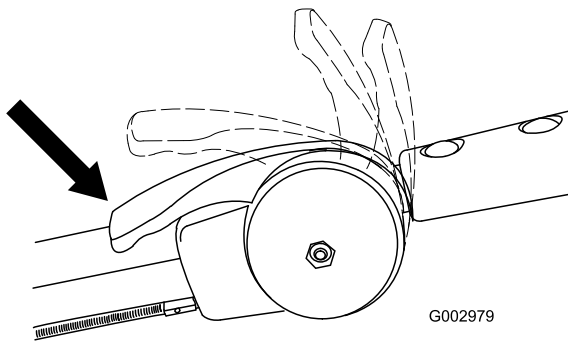

Figura 21
- Mueva la palanca del acelerador a la posición Estárter (Figura 21).